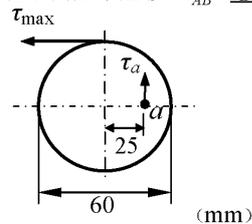
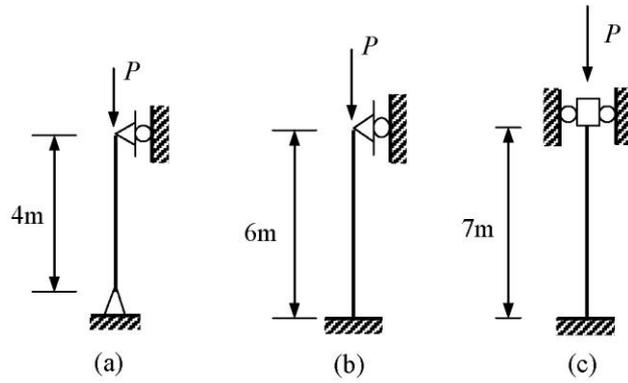

图 2
图 3
3. 一受扭圆轴，横截面上的最大切应力 $\tau_{\max} = 40\text{MPa}$ ，如图 2 所示，则横截面上 a 点的切应力 $\tau_a = \text{⑤}$ 。
4. 对于危险点为二向拉伸应力状态的铸铁构件，应使用第一强度理论进行计算，其表达式为 $\sigma_{r1} = \text{⑥}$ 。
5. 图 3 所示材料相同，直径相等的细长圆杆中，⑦杆能承受压力最大；⑧杆能承受压力最小。